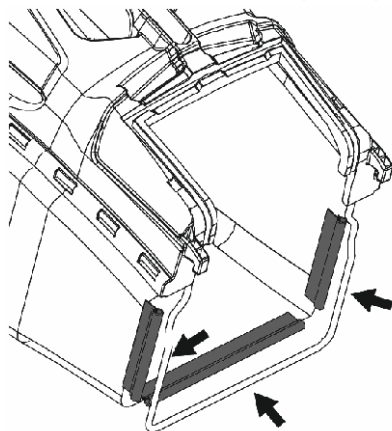

Рис. 7 Крепление нижней части травосборника
7. Закрепите нижнюю часть травосборника. Для этого защёлкните зацепы на рамке травосборника (Рис. 7).